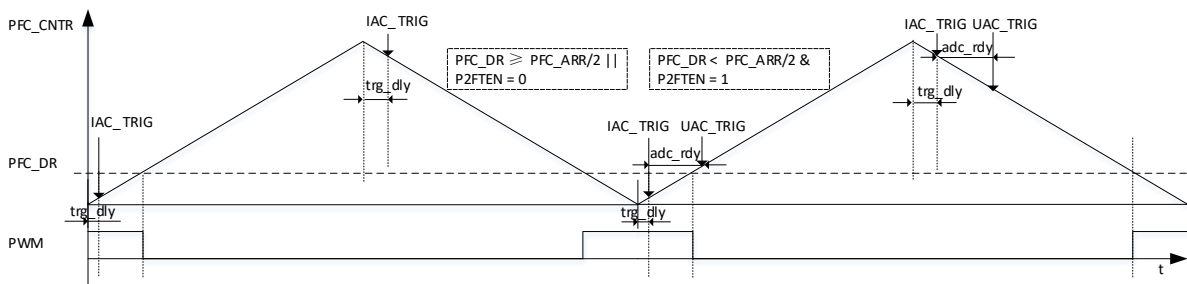

图 12-6 PWM 输出与 IAC/UAC 采样时机图
- PFC\_CR2[P2FTEN]和 PFC\_DR 决定触发采样点(如图 12-6 所示): 当 PFC\_CR2[P2FTEN] = 0 且 PFC\_DR < PFC\_ARR/2 时, PFC\_CNTR 计数到下溢点触发采样;否则 PFC\_CNTR 计数到上溢点触发采样(如 PFC\_CR2[P2FTEN] = 1, 或 PFC\_DR ≥ PFC\_ARR/2); 设置 PFC\_TRGDLY 可延迟采样, 上溢点为 PFC\_CNTR 向上计数到 PFC\_TRGDLY\*8, 下溢点为 PFC\_CNTR 向下计数到(PFC\_ARR - PFC\_TRGDLY\*8)。